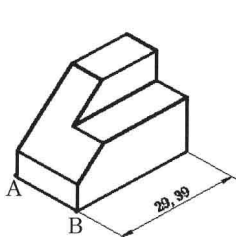

图 7-4-11
(7) 单击“标注”面板名称，展开面板，单击“倾斜”按钮 \swarrow ，命令行提示“选择对象”，单击对齐标注，按Enter键。
(8) 命令行提示“输入倾斜角度（按ENTER表示无）”，捕捉并单击A点和B点，或者输入“-30”后按Enter键，对齐标注的边界线与AB直线倾斜角度相同，如图7-4-11所示。